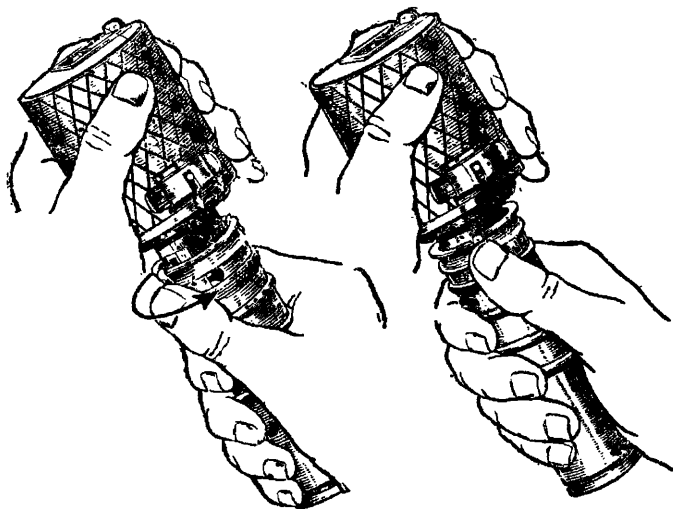

Рис. 14. Постановка гранаты на боевой взвод (левый рисунок) и предохранительный взвод (правый рисунок)
2) кистью левой руки охватить корпус гранаты (рис. 14), а правой оттянуть наружную трубку рукоятки доотказа, повернув ее вправо, и дослать вперед; граната на боевом взводе (красный сигнал открыт);